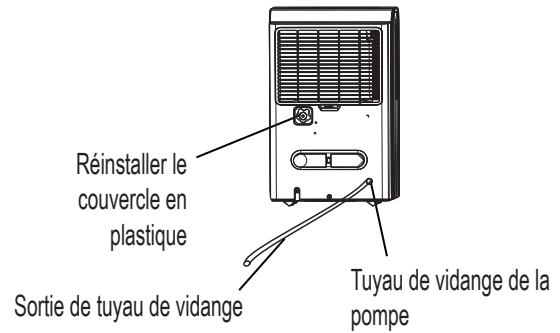

Figure 11
- Retirer le tuyau de vidange en continu de l'unité et installer le couvercle en plastique sur la sortie du tuyau de vidange en continu de l'unité en le tournant dans le sens des aiguilles d'une montre. (Voir la figure 11)
- Réinsérer le tuyau de vidange de la pompe dans la sortie du tuyau de vidange de la pompe sur une profondeur d'au moins 15 mm (Voir la Fig.11), puis diriger le tuyau d'eau vers le siphon de sol ou vers une installation de drainage appropriée.